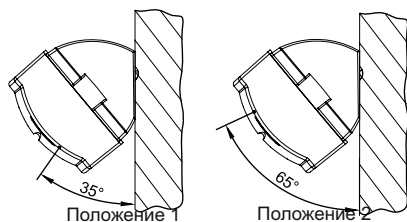

Рисунок 2
В ИОБ предусмотрены: - автоматический контроль работоспособности при переходе в режим «Дежурный Взят»»; - возможность дискретной корректировки обнаруживающей способности в процессе конфигурирования РКПС; - возможность контроля обнаруживающей способности на объекте по индикации; - дискретное изменение направления оси микрофона (рис.2).
Крышка с установленной платой устанавливается на основание корпуса и фиксируется с помощью двух защелок (16). Конструкция имеет возможность двух позиционной установки крышки на основание, что обеспечивает дискретное изменение направления оси микрофона относительно поверхности крепления 35° или 65° (рис.2, Таблица 3).